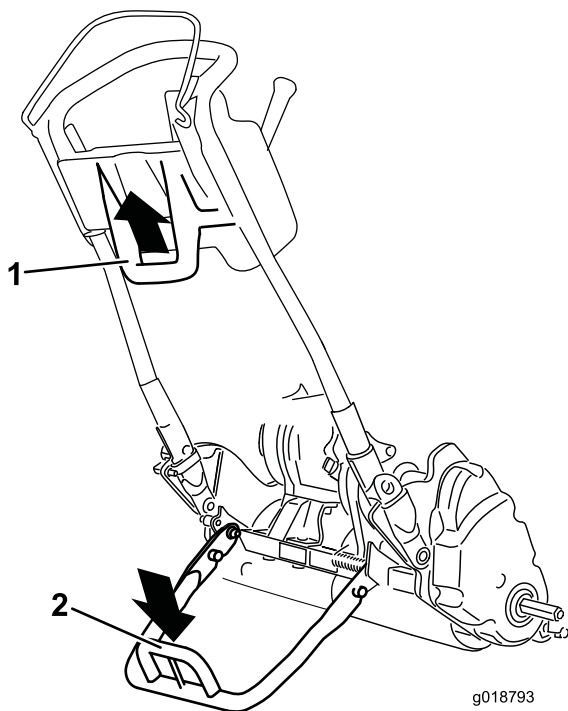

Рисунок 26
- Чтобы использовать откидную опору для монтажа транспортных колес, опустите ее на землю и наступите на пятку откидной опоры, вытягивая вверх и назад нижнюю среднюю рукоятку машины (Рисунок 26).